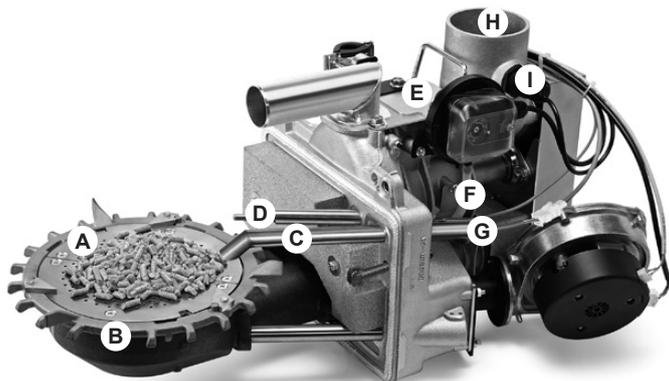

Fig. 12
1. Aprire l'apertura di manutenzione (E, Fig. 12) della parte meccanica del bruciatore tramite la ruota ad alveoli e aspirare il materiale fine.
2. Aspirare il materiale fine dal pozzetto di caduta dei pellet (H) e rimuovere la polvere aderente dal sensore del livello di riempimento.
3. Estrarre il tubo flessibile per la misurazione della depressione (F) e pulire il filtro.